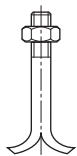

Fig. 9: enkurskrūves
- Iekarināt enkurskrūves (skat. Fig. 9) tām paredzētajos urbumos.